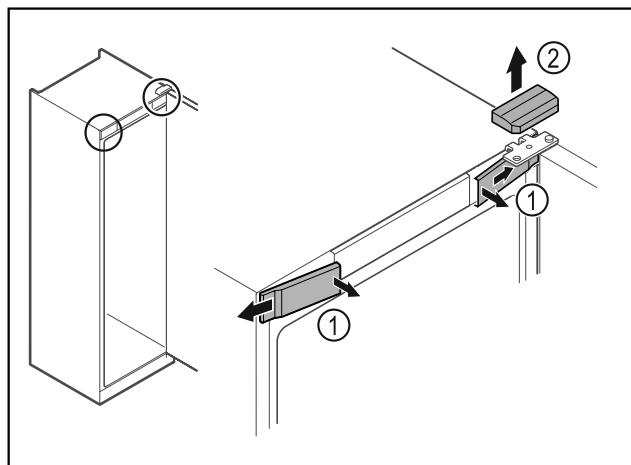

Fig. 11
- Звільніть передні кришки Fig. 11 (1) всередині від фіксатора та поверніть убік.
- Зніміть верхню кришку Fig. 11 (2) вгору.